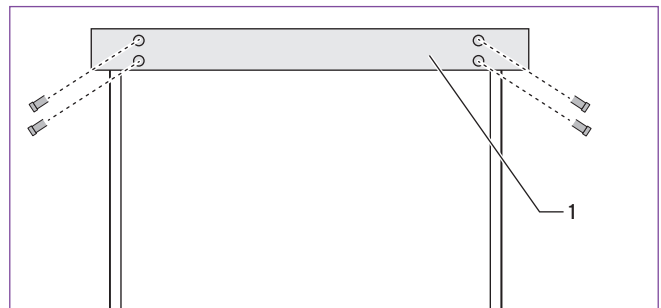

Fig. 4.7 Esempio: Montaggio del listello per proteggere il trasporto
- Prendere un comune listello (1), ad esempio un correntino per tetto o una guida profilata con le dimensioni minime di 24x48 mm.
- Fissare il listello di protezione con viti opportune (vedi fig. 4.7).